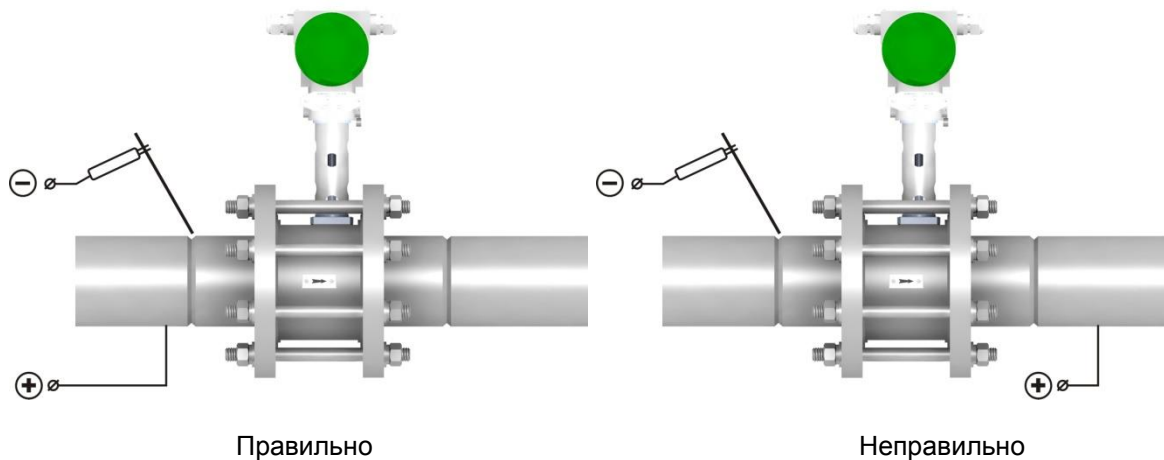

Рисунок 2.3 – Подключение источника тока при электродуговой сварке
- при монтаже с использованием электродуговой сварки источник тока подсоединяется таким образом, чтобы сварочный ток не протекал через преобразователь – см. **рисунок 2.3**.